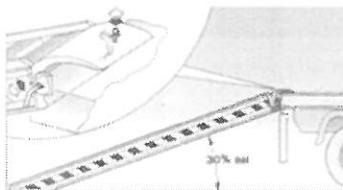

Fig. 8
- Introducir el pasador de bloqueo a cada varilla en su orificio de fijación **(Fig. 8)**.